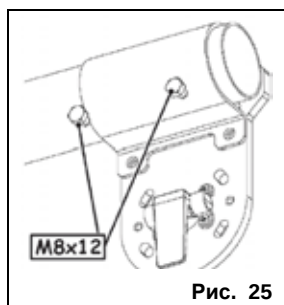

Рис. 25
5. Закрепить стрелу двумя дополнительными винтами. Рис. 25.